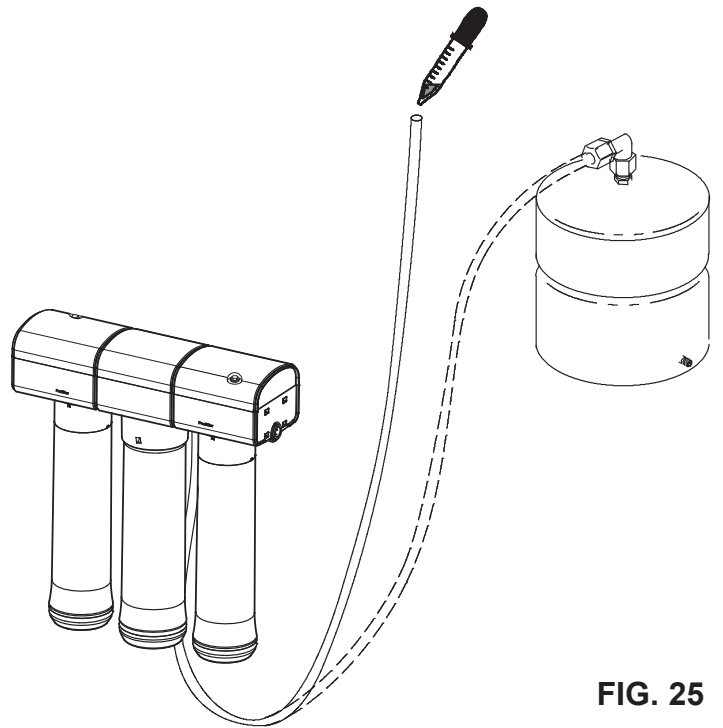

FIG. 25
Desinfecte el sistema inmediatamente después de la instalación del sistema de ósmosis inversa. También se recomienda hacerlo tras darle mantenimiento a las piezas internas. Es importante que la persona que instale o le dé mantenimiento al sistema tenga las manos limpias mientras manipula las piezas internas. Para desinfectar el sistema, siga los pasos a continuación: Vea la Fig. 25.
4. Agregue 3 ml. de cloro en el extremo abierto de la tubería amarilla. Manipule el cloro según las recomendaciones del fabricante. Vea la Fig. 25.